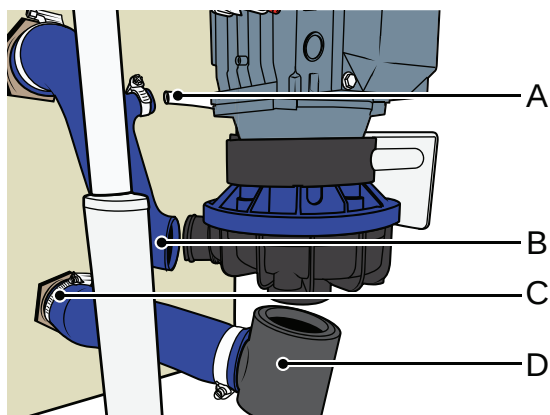

Figure 48
1. Voir Figure 48.
- Desserrez le collier et débranchez le tuyau de désinfection blanc (A).
- Desserrez le collier et retirez l'extrémité du flexible (B).
- Desserrez le collier (C), tirez vers le bas et retirez le coude avec le flexible (D).